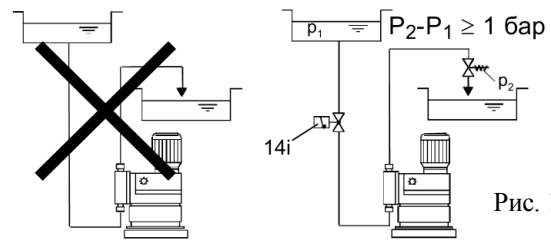

Рис. 11
- Чтобы избежать сифонного эффекта, установите подпружиненный клапан (7i) в нагнетательную линию и, в случае необходимости, электромагнитный клапан (14i) во всасывающую линию (Рис. 11).